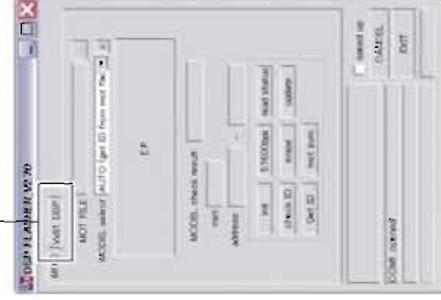

Fig. 4
1. With the power cable of this unit unconnected to the AC outlet, start up DSP_FLASHER Ver2.7.exe. The screen appears as shown below. (Fig. 4)
1. 本機の電源コードを AC コンセントに接続していない状態で、DSP_FLASHER Ver2.7.exe を起動します。下記の画面が表示されます。(Fig. 4)
2. Click [Vx61 DSP]. (Fig. 4)
2. [Vx61 DSP] をクリックします。(Fig. 4)